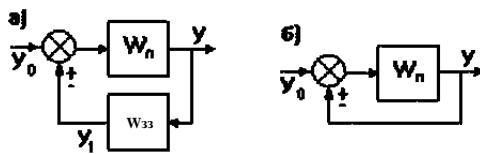

Рис. 23. Перетворення при паралельно-зустрічному з'єднанні
3. *Паралельно-зустрічне з'єднання* (рис. 23, а) – ланка, охоплена позитивним або негативним зворотним зв'язком. Ділянка ланцюга, по якому сигнал іде в протилежному напрямі по відношенню до системи в цілому (тобто з виходу на вхід) називається *ланцюгом зворотного зв'язку* з передавальною функцією  $W_{33}$ . При цьому для негативного ЗЗ:
Якщо  $W_{33}=I$ , то зворотний зв'язок називається одиничним (рис. 23, б), тоді  $W_{екб} = W_n/(I \pm W_n)$ .